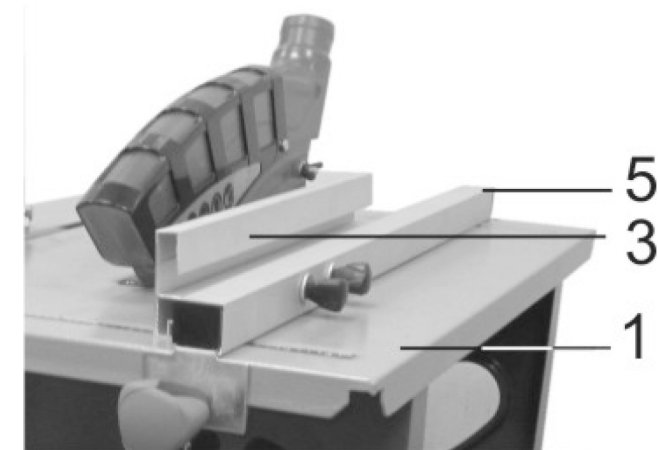

Рис. 11
10.6. Установка параллельного упора на нужный размер (Рис.11)
10.6.1. Установите параллельный упор (5) с закреплённой на нем направляющей (3) по разметке шкалы, нанесённой на рабочий стол (1), см. п.п. 8.10.-8.11., Рис. 11.